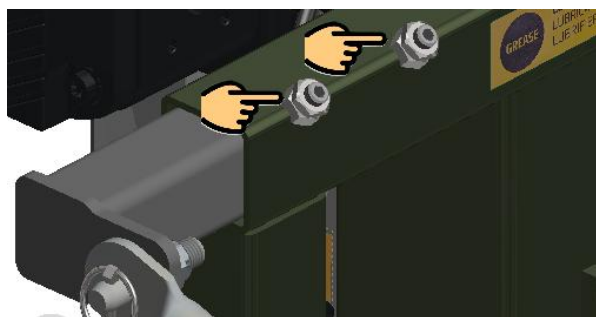

Figura 6.11 – Braços laterais de estabilização
3. Após montar e posicionar devidamente os braços laterais de estabilização, aperte os pernos e a contraporca indicados (*Figura 6.11*), dos dois lados do chassi da Podadora.